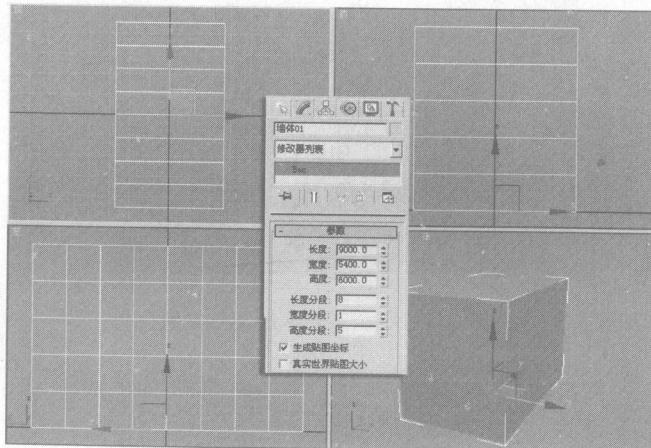

图 1-8 设置分段参数
- 4 确定新创建的对象处于选择状态，进入“修改”面板。在名称栏内键入“墙体 01”，将该对象重命名。在“参数”卷展栏中将“长度分段”参数设置为 8，将“高度分段”参数设置为 5，完成分段设置，如图 1-8 所示。